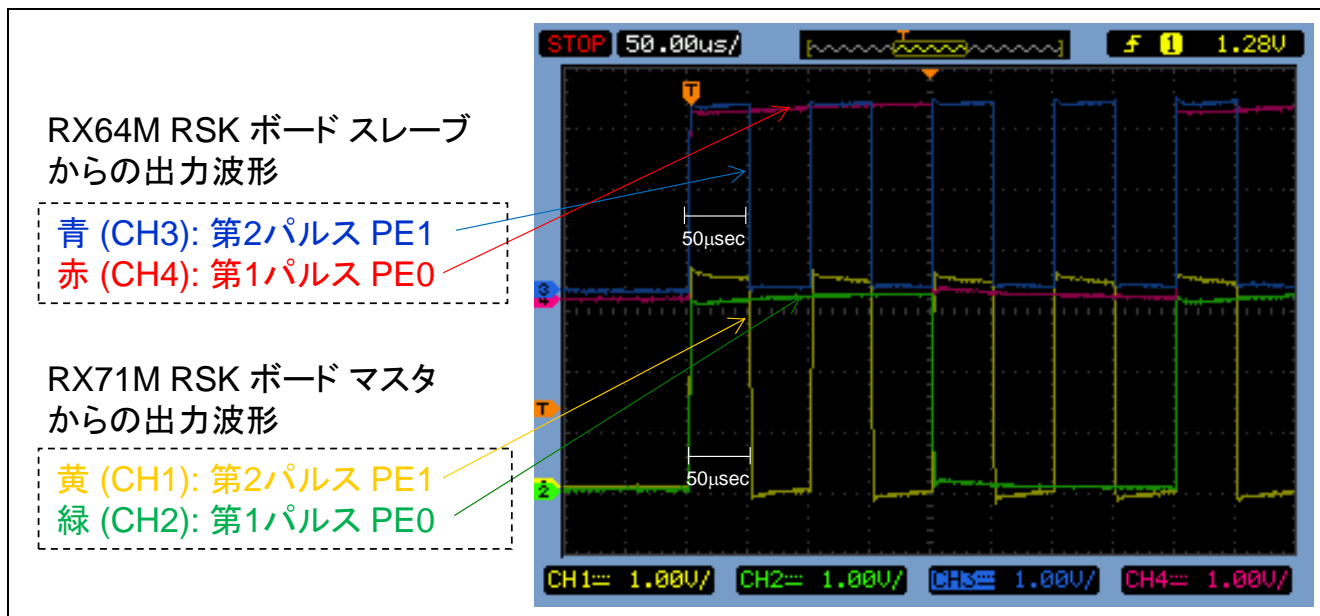

図3.11 出力パルス例 (立ち上がりエッジ、50 マイクロ秒単位)
3.4.2節で説明したパルス出力タイマの立ち上がりイベントでの出力波形の例を、図 3.11に 50 マイクロ秒単位で示す。青線と赤線は、それぞれ RX64M RSK ボード (スレーブ) から出力した第 2 パルスと第 1 パルスを示す。黄線と緑線は、それぞれ RX71M RSK ボード (マスタ) から出力した第 2 パルスと第 1 パルスを示す。